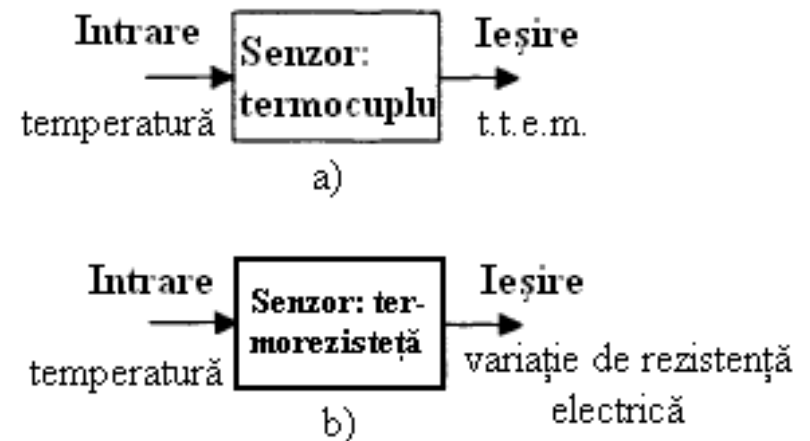

Figura 1.7. Exemple de senzori (elemente sensibile):
a) *Un termocuplu* este un senzor care are în intrare temperatura și în ieșire o t.t.e.m. de valori foarte mici - figura 1.7 a; restul sistemului de măsurare trebuie să amplifice t.t.e.m. și să o redea pe un indicator (analogic sau numeric).
b) *O termorezistență* este un senzor care are drept intrare o variație de temperatură și ca ieșire o variație de rezistență electrică - figura 1.7 b.